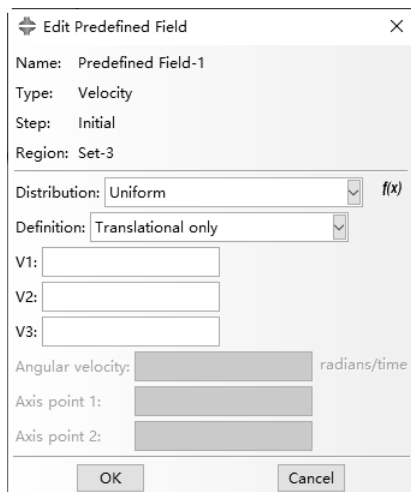

图 2-57 Edit Predefined Field 对话框
- **Mechanical:** 在初始步中设置速度，如图 2-56 (a) 所示。单击 Continue 按钮，选择施加该边界条件的 Point、Line、Surface、Cells，单击提示区的 Done 按钮，弹出 Edit Predefined Field 对话框，如图 2-57 所示。